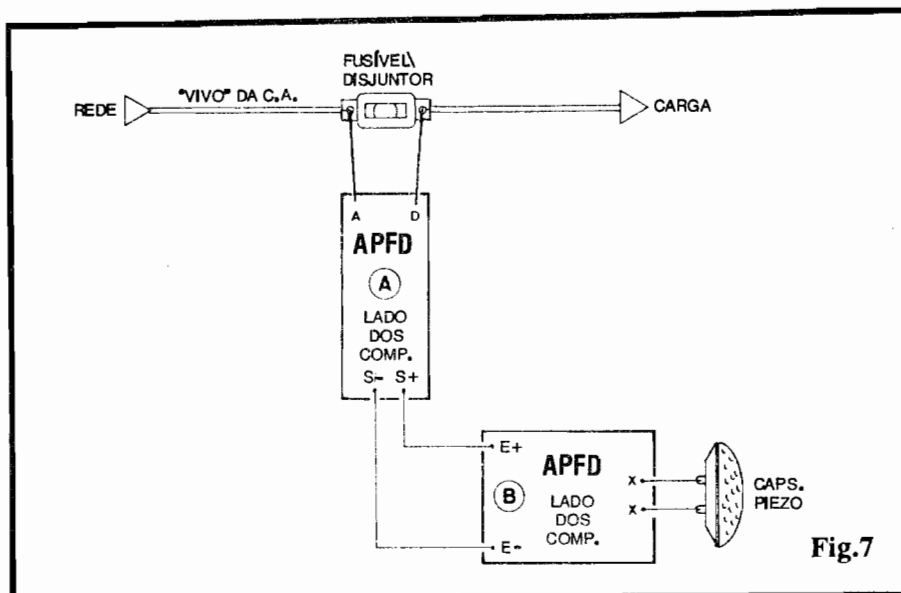

Fig.7
- FIG. 7 - INSTALAÇÃO BÁSICA, E INTERLIGAÇÃO DOS MÓDULOS "A" E "B"... - O diagrama mostra as conexões externas, ligações entre placas, acoplamento à rede (junto ao fusível/disjuntor monitorado), bem como as ligações do transdutor (cápsula) piezo responsável pela emissão do sinal sonoro do alarme... Notar que os pontos A e D do módulo "A" vão, respectivamente, aos terminais do fusível/disjuntor, "antes" e "depois" deste (considerado o sentido da energia C.A., da rede para a aplicação...). Os pontos "S+" e "S-" do módulo "A" são ligados, respectivamente aos pontos "E+" e "E-" do módulo "B"... Finalmente, os pontos "X-X" do módulo "B" vão aos terminais da cápsula piezo sinalizadora...
É bom notar que o sistema de sensoramento do APFD "não se importa" com o método de aplicação da energia da rede à carga, se monofásico, trifásico, etc. Basta que (obviamente) **existam fusíveis/disjuntores** para que os módulos sensores possam ser acoplados, sempre "nos conformes" do diagrama mostrado na FIG. 7...